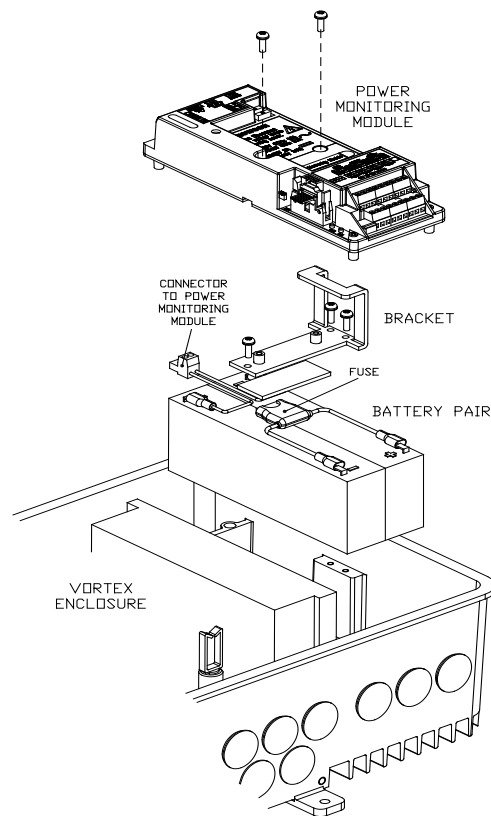

Figure 15 : Ôter les batteries du boîtier standard de Vortex
2. Dévissez les deux grandes vis centrales sur le Module de contrôle de puissance et retirez-les avec précaution sans débrancher d'autres câbles (voir Figure 15).